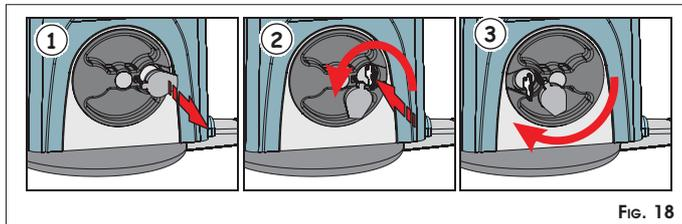

FIG. 18
- ① Mettre le système hors tension, en agissant sur l'interrupteur différentiel.
- ② Soulever le bouchon de protection de la serrure, fig.18 réf. ①
- ③ Introduire la clé et la tourner en sens inverse horaire jusqu'à son arrêt, fig.18 réf. ②.
- ④ Tourner le bouton de déblocage en sens horaire jusqu'à son arrêt, fig.18 réf. ③.
- ⑤ Actionner manuellement le vantail.